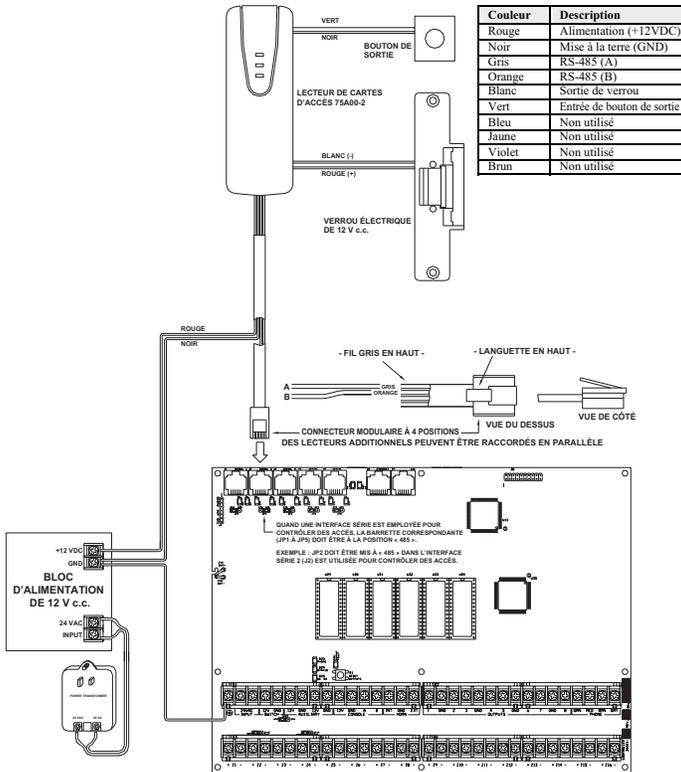

Figure 2 - Raccords au niveau du lecteur 75A00-2
- Effectuer les raccords au niveau du lecteur conformément à la **figure 2** ou **3**.